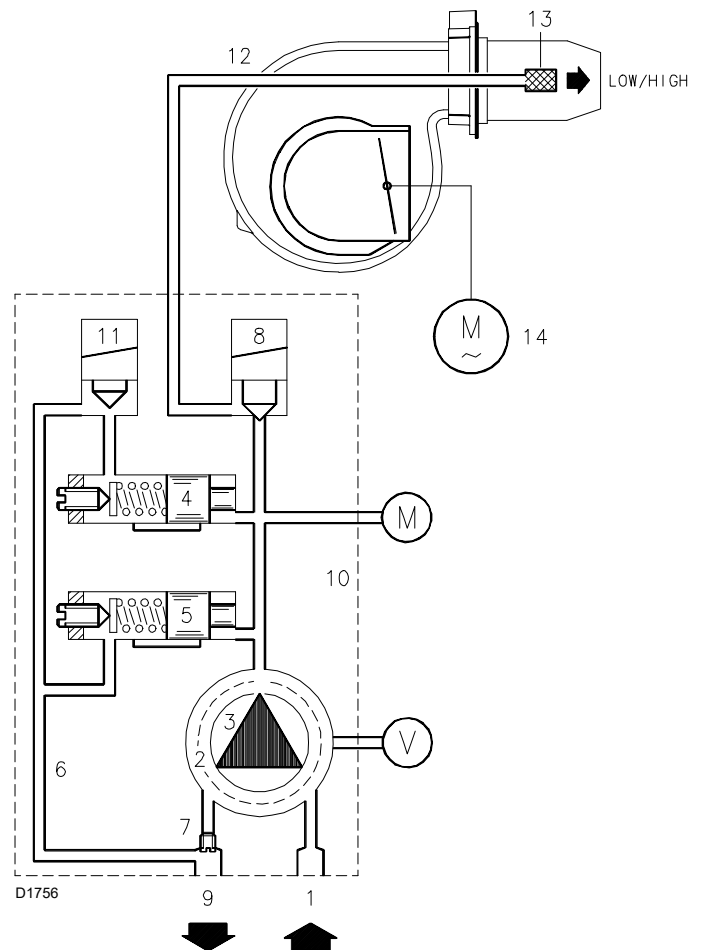

Fig. 25
- Als de temperatuur of de druk in die mate stijgt dat de TR opengaat, dan gaat de elektromagnetische klep 11 (Fig. 25) open en schakelt de brander over van 2de naar 1ste vlamgang.